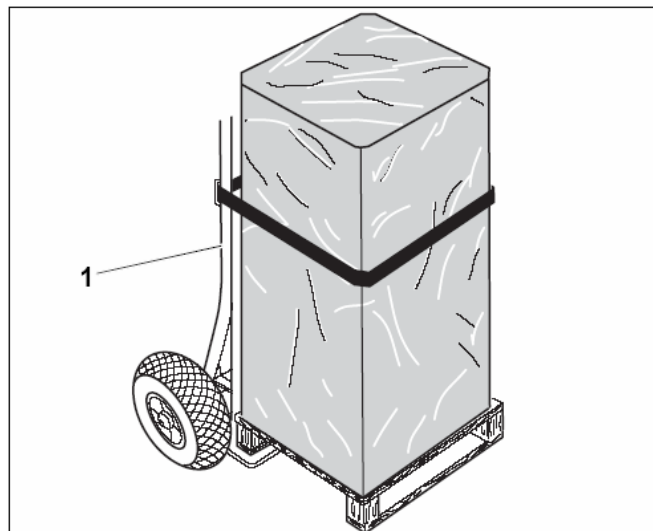

Рис. 3 Транспортировка накопителя горячего водоснабжения на котельной тележке
- Установить котельную тележку (рис. 3, поз. 1) с задней стороны упакованного накопителя горячего водоснабжения.